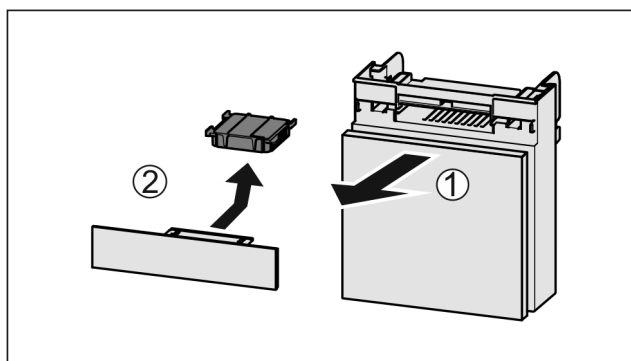

Fig. 128
- Zásuvku vytáhněte dopředu Fig. 128 (1).
- Filtr s aktivním uhlím vyjměte Fig. 128 (2).